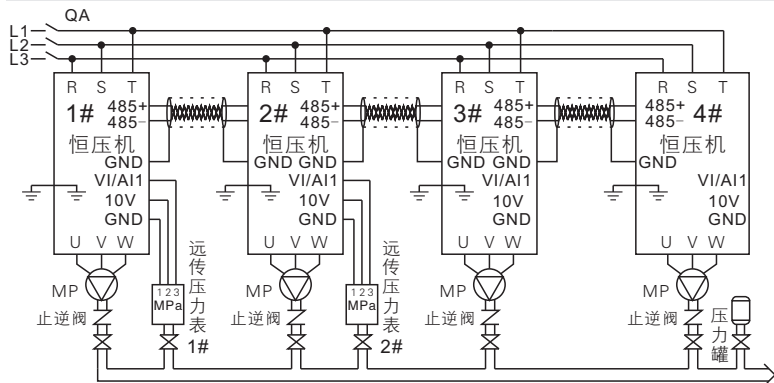
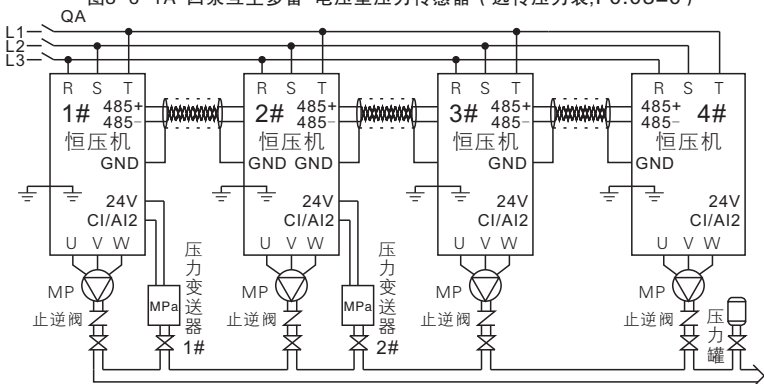

图3-6-1A 四泵互主多备-电压型压力传感器 (远传压力表,F0.03=0)
图3-6-1B 四泵互主多备-电流型压力传感器 (压力变送器,F0.03=1)
- ① 先接主回路输入端 (三相: R、S、T, 单相: R、T) 输出端 (U、V、W到异步电机)
- ② 再将压力传感器的信号线连接到智能恒压机, 连接电压型远传压力表参照图3-6-1A, 连接电流型压力变送器参照图3-6-1B。
- ③ 通信线连接, 用双绞屏蔽线将四台智能恒压机端子485+、485-同名端子对应连接。
- ① 供电后，将F0.00设置0为手动模式，按运行键查看水泵叶轮旋转方向是否正确，若方向反转，断电后将电机线任意两相对调即可。
- ② 首次启动，可使用手动模式给水泵、管道排气。
- ① 设置压力传感器最大量程F0.04（参见下表F0.04说明）。
- ② 在手动模式下启动查看恒压机上的反馈压力是否与实际压力一致，长按▲键或▼键增加或减少水泵转速观察反馈压力是否同时改变一致，若一致，说明压力传感器接线正确。（观察1#泵）
- ① 首次启动或遗忘参数时，恢复厂家参数（F0.28设置“1”确定）
- ② 按照3.6.3参数设置表逐项进行设置。F0.01~F0.04参数仅需在主机泵设置（双主机需要在1号、2号机分别设置参数）。